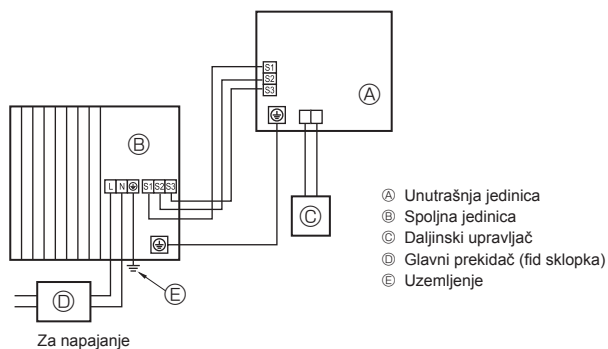
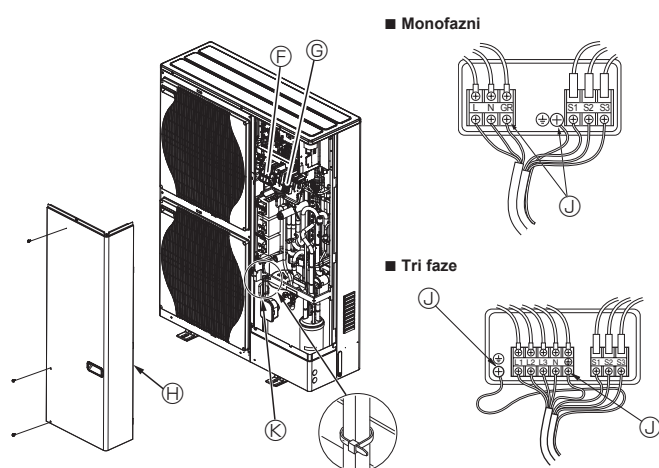

Fig. 5-1
Fig. 5-2
5.1. Spoljna jedinica (Fig. 5-1, Fig. 5-2)
- ① Skinite ploču za servisiranje.
- ② Povežite žice prema Fig. 5-1 i Fig. 5-2.